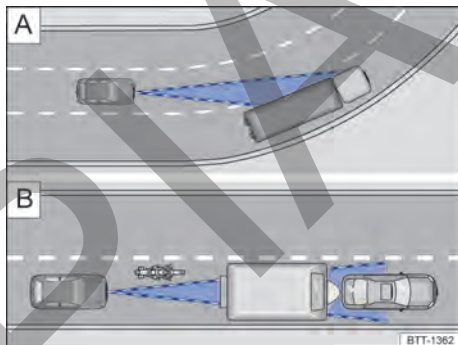

Fig. 98 [A] Conducción en curva. [B] Vehículos fuera del área de alcance del sensor del radar
El sensor de radar siempre realiza las mediciones en dirección recta. Por lo tanto, los vehículos en curvas cerradas pueden detectarse accidentalmente o los vehículos que se encuentran adelante pueden no detectarse → [fig. 98 \[A\]](#).
- Vehículos que conducen fuera del área del sensor a poca distancia del propio vehículo, por ejemplo, motocicletas → [fig. 98 \[B\]](#).